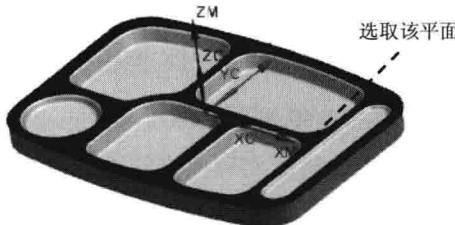

图 1.18 选取切削区域
Step2. 选取图 1.18 所示的面为切削区域，在“切削区域”对话框中单击 **确定** 按钮，完成切削区域的选取，同时系统返回到“面铣削区域”对话框。